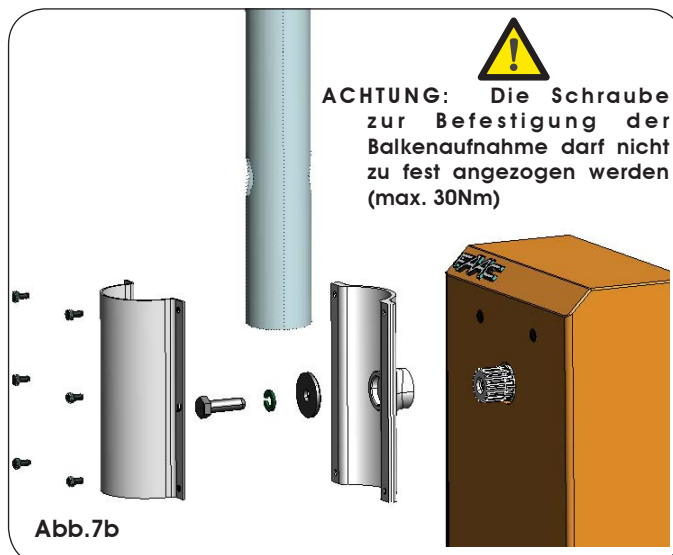
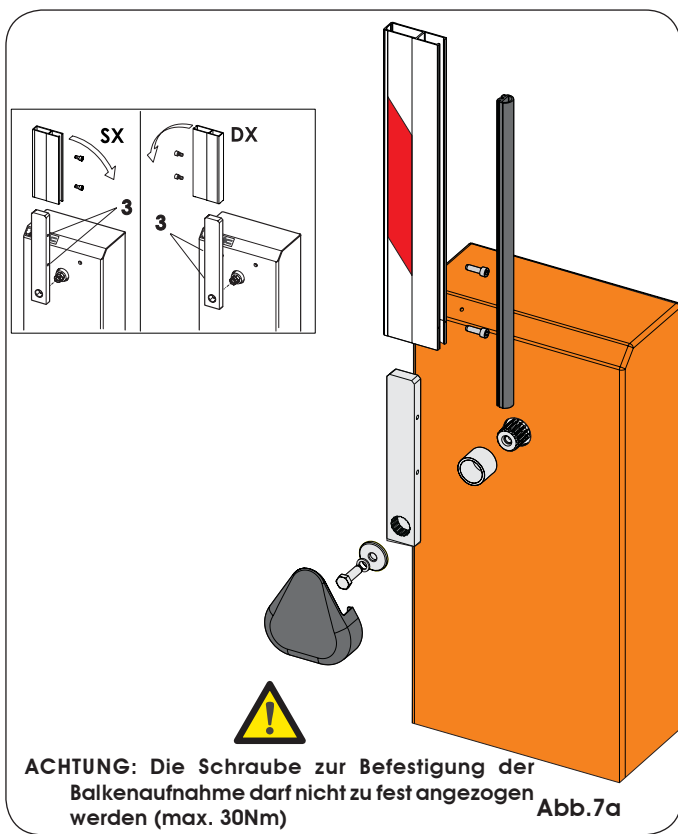

Abb.7b
Abb.7a
- 3) Zum Zusammenbauen des Balkens wird auf die Abb. 7a (rechteckige Ausführung) und Abb. 7b (runde Ausführung) verwiesen.